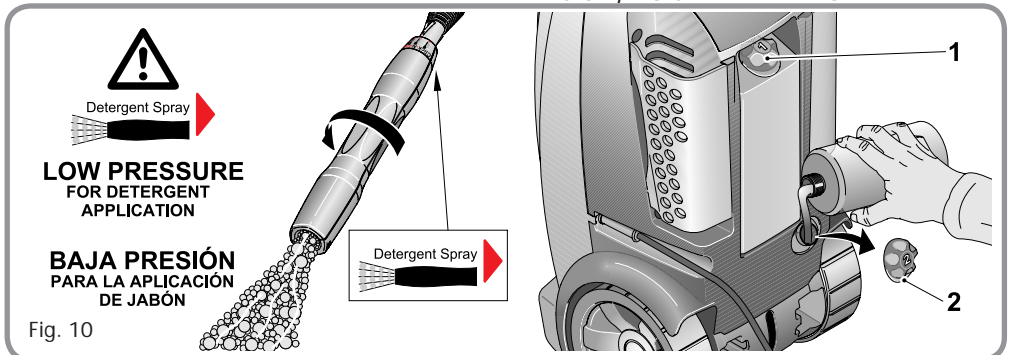

Fig. 10
1. Remove the tank caps (1-2) located on the back of the machine. (Fig. 10)
2. Fill the tanks with suitable cleaning solution. Use only approved pressure washer cleaners. Do not use bleach, chlorine, or any cleaners containing acids (Fig.10).
1. Retire los tapones de los depósitos (1-2) situados en la parte trasera de la máquina. (Fig. 10).
2. Llene los depósitos con la solución de limpieza adecuada. Utilice sólo agentes limpiadores para limpieza a presión homologados. No utilice lejía, cloro ni ningún limpiador que contenga ácido (Fig.10).